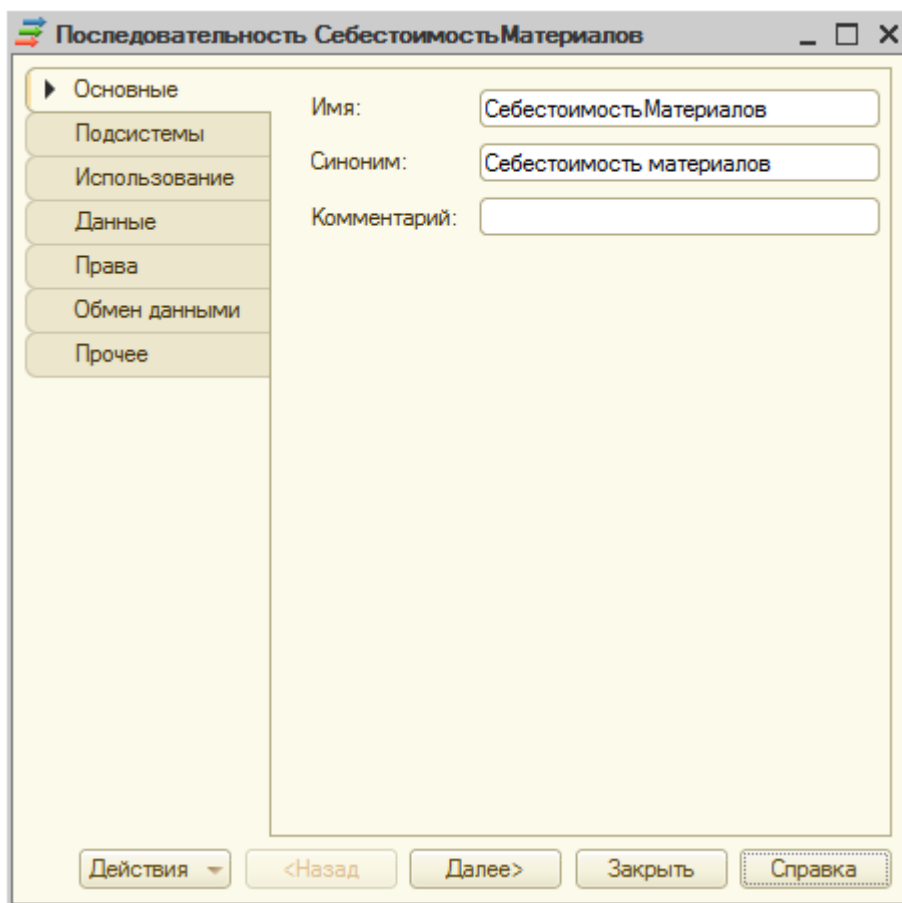

Рисунок 17.4- Создание новой последовательности
7.Создадим новую последовательность (ветвь дерева конфигурации **Последовательности** находится в ветви **Документы**), назовем ее **СебестоимостьМатериалов**, Рисунок 17.4.